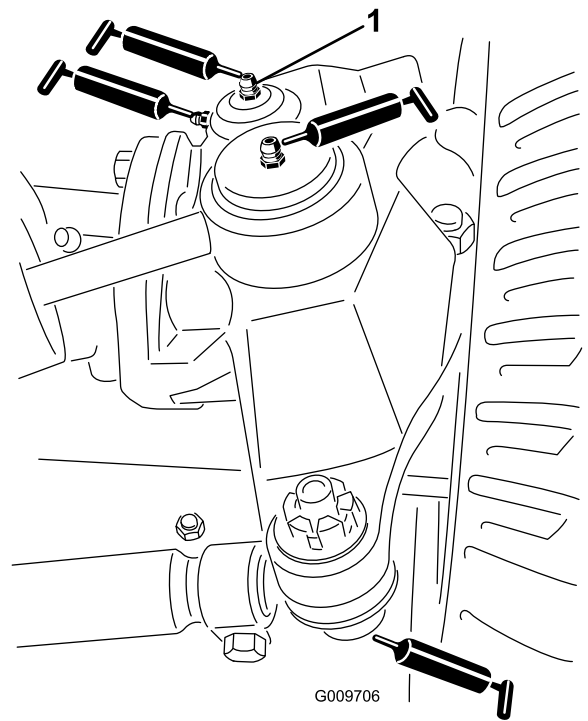

Bild 35
- Lenkzylinder-Kugelgelenke (2), wie in Bild 35 abgebildet
- Spurstangen-Kugelgelenke (2), wie in Bild 35 abgebildet
- Achsschenkelbüchsen (2), wie in Bild 35 abgebildet